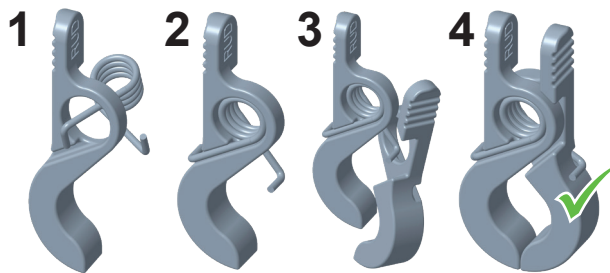

Fig. 24: Séquence de montage du ressort de torsion
- 5 Montez les deux leviers ainsi que le ressort de torsion comme un seul composant (fermeture à pince). Pour ce faire, le ressort de torsion doit être monté par le centre, à travers les deux trous des leviers, et introduit à chaque fois dans la rainure latérale. Pour l'ordre de montage, voir Fig. 24.